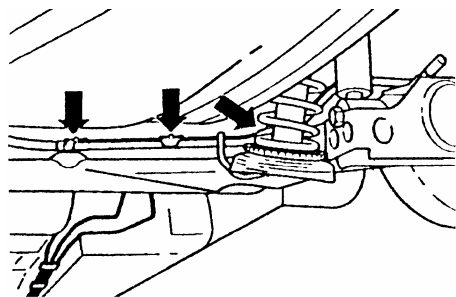

图 13-49 拧下手制动拉索
(4) 如图 13-49 所示，从后桥定位件上拧下手制动拉索。